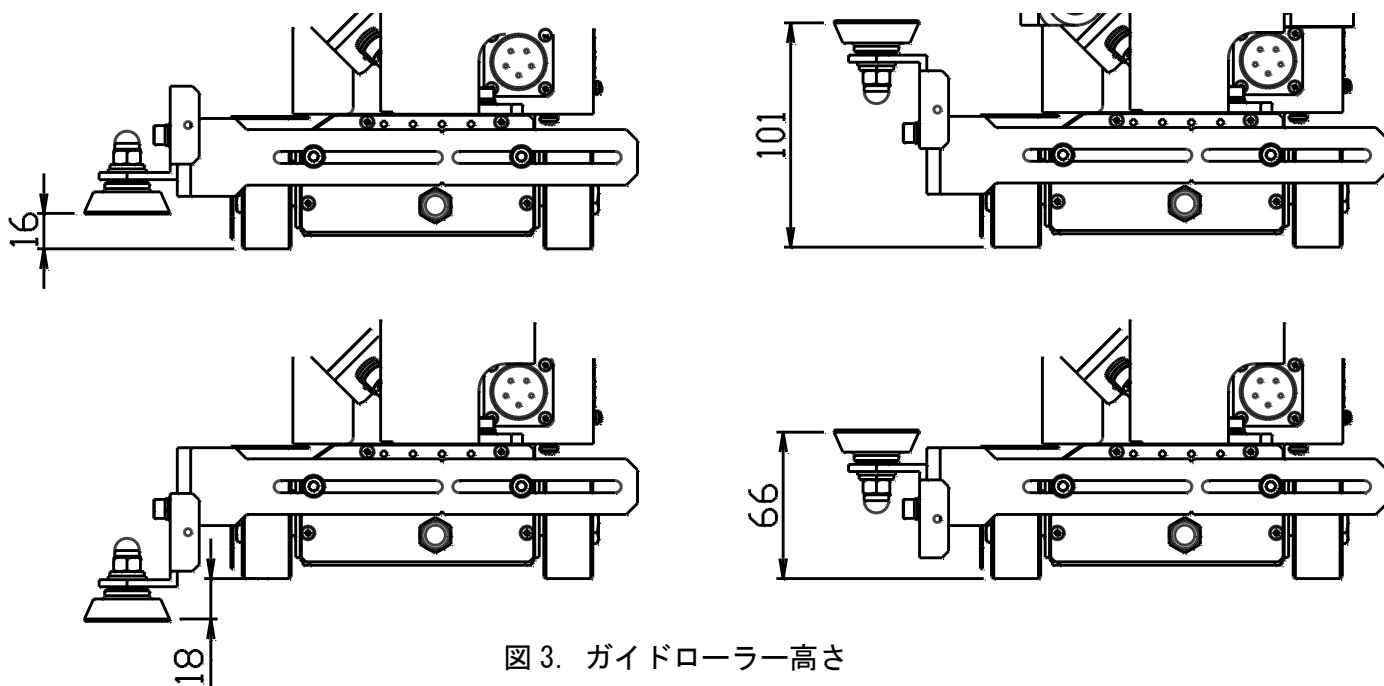

図3. ガイドローラー高さ
6. ガイドローラの高さを広範囲で変更できます。(図3参照)